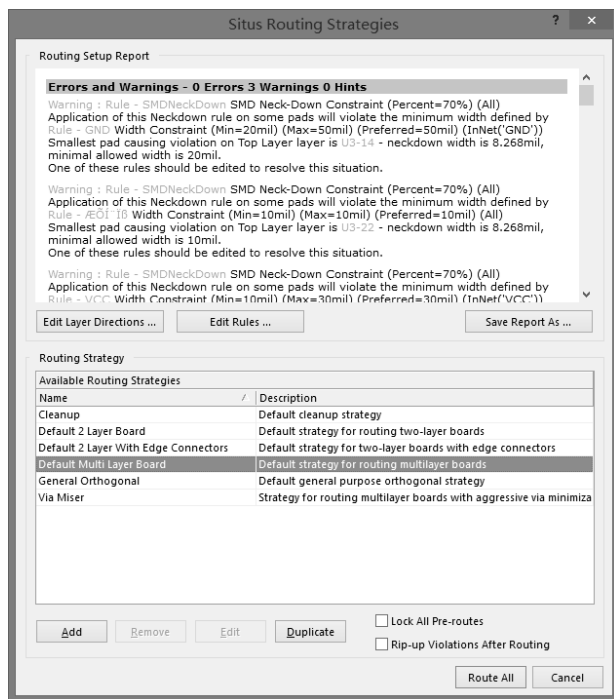

图 3.6.17 “Situs Routing Strategies”对话框
(3) 自动布线: 选择“Auto Route(自动布线)” “All(全部对象)”命令, 弹出如图 3.6.17 所示的对话框, 在“Routing Strategy(布线策略)”面板中选择“Default Multi Layer Board”选项, 即对多层板布线, 最后单击“Route All”按钮即可。